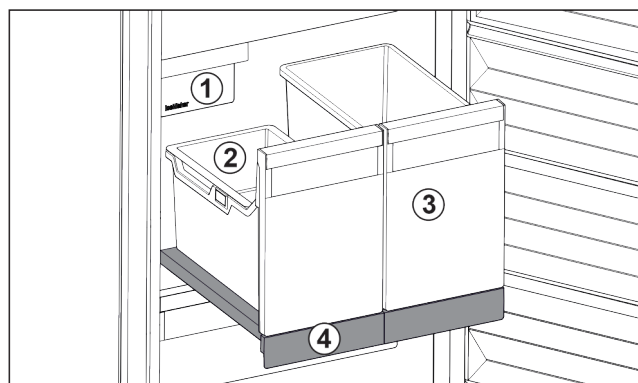

Fig. 193 Vysouvací přihrádka s IceTower
Na vysouvací přihrádce jsou dvě vysoké nádoby (IceTower). V nádobě Fig. 193 (2) se shromažďují a skladují kostky ledu z IceMaker. Nádoba Fig. 193 (3) se hodí pro skladování vysokých potravin jako pizzy nebo alkoholické nápoje.